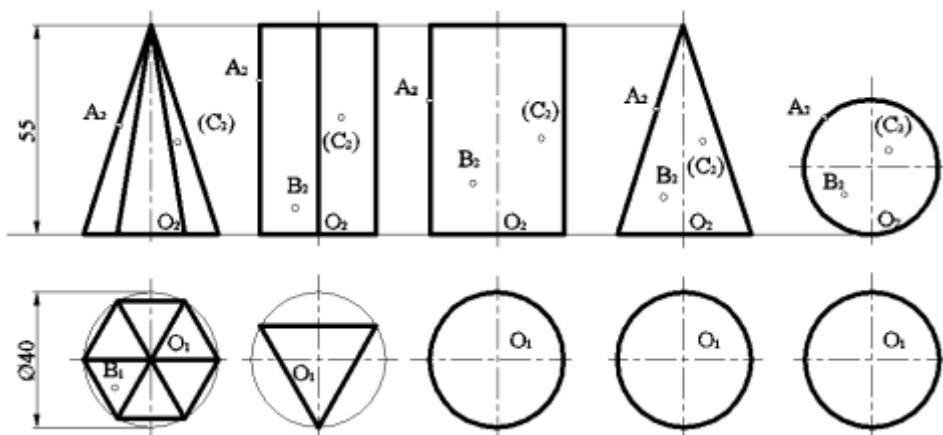

Рисунок 16 - Проекция геометрических тел
2. Проанализируйте положение каждого тела по отношению плоскостей проекций и друг друга, см. рис.16;
2. На формате А4 выполнить аксонометрию группы тел согласно варианту, рис. 16.